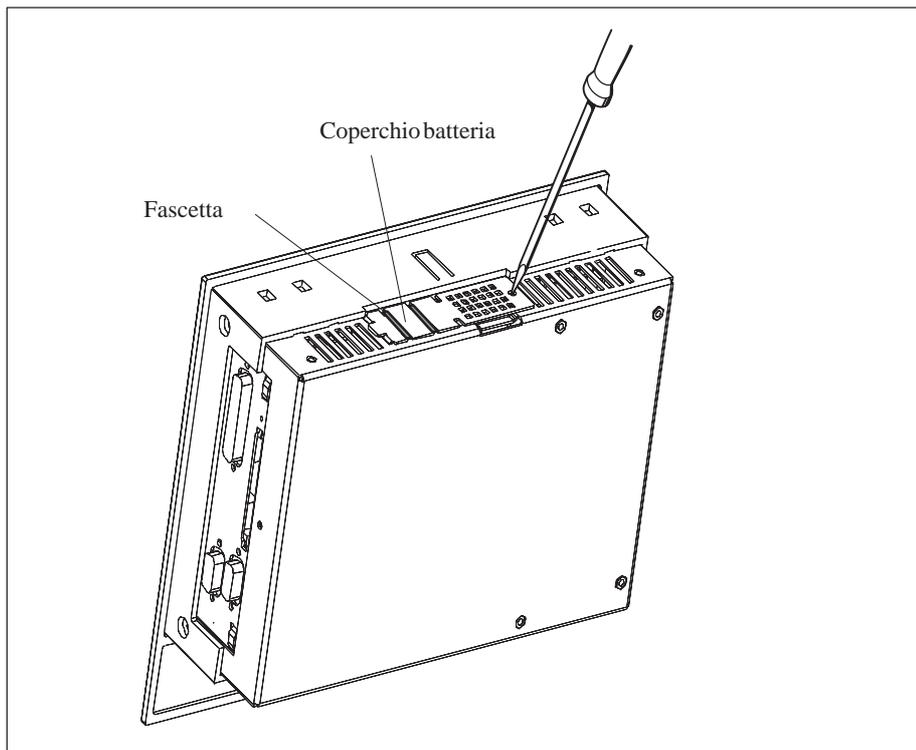

Figura 11-1 Asportazione della copertura nel C7-633 DP
1. Svitare il coperchio del vano batteria del C7 (vedere figura 11-1).